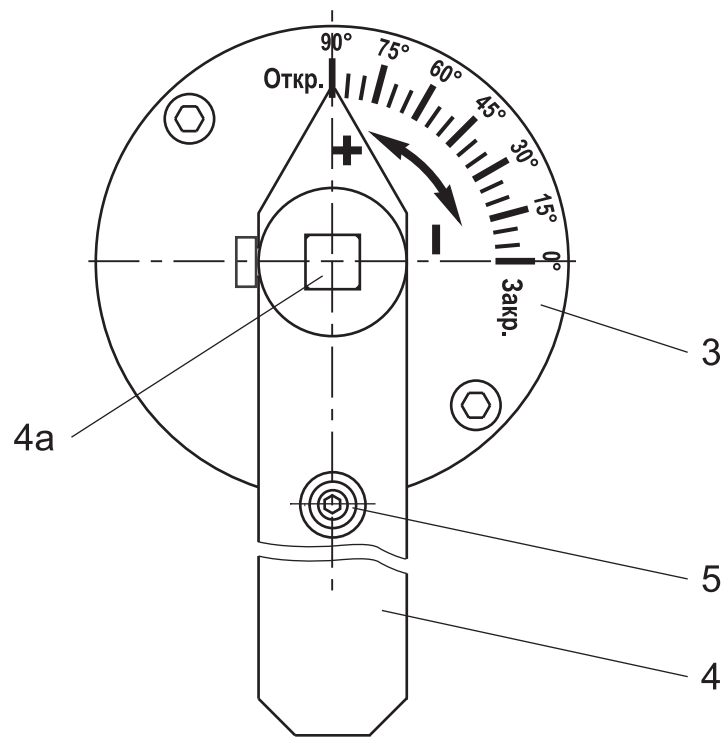

Рис. 2
4.3.2 Регулирование расхода количества проходящего газа через заслонку осуществляется путем поворота ручки управления 4, закрепленной на выходном конце вала 4а (рис. 2). На шкале 3 нанесены стрелки и знаки "+" и "-", указывающие на изменение угла открытия заслонки.